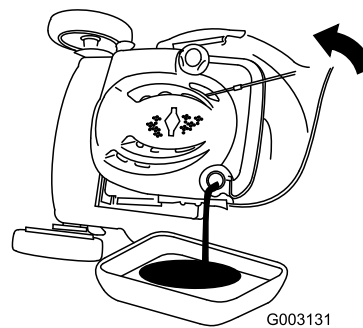

Figure 29
3. Inclinez la tondeuse sur le côté (filtre à air vers le haut) pour vidanger l'huile usagée par le goulot de remplissage (Figure 29).